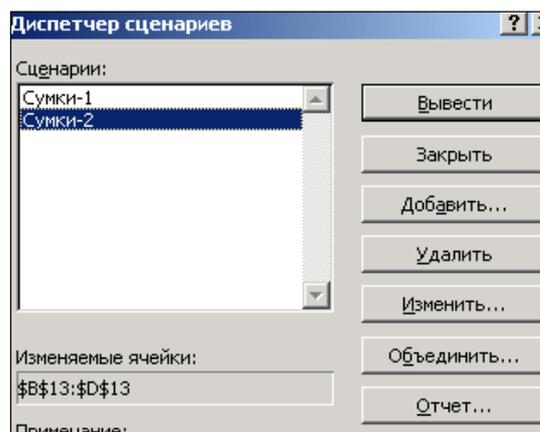

Рис. 18. Диалоговое окно диспетчера сценариев
7. Командой СЕРВИС – СЦЕНАРИИ откройте диспетчер сценариев (Рис.18).